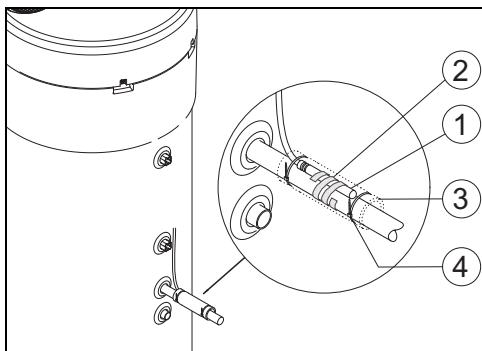

Fig. 8
- Posicionar el sensor de temperatura NTC del accesorio [1] tal como se lo visualiza en la imagen 8.